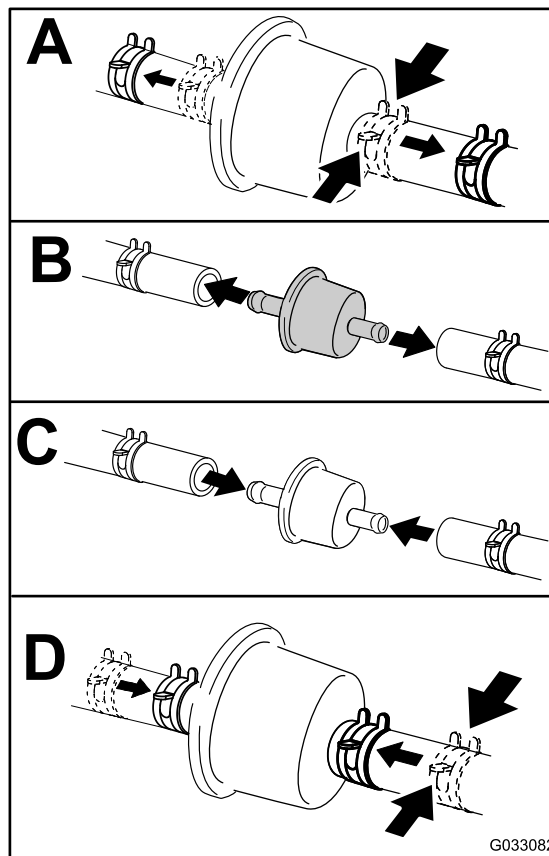

Рисунок 52
3. Замените фильтр (Рисунок 52).